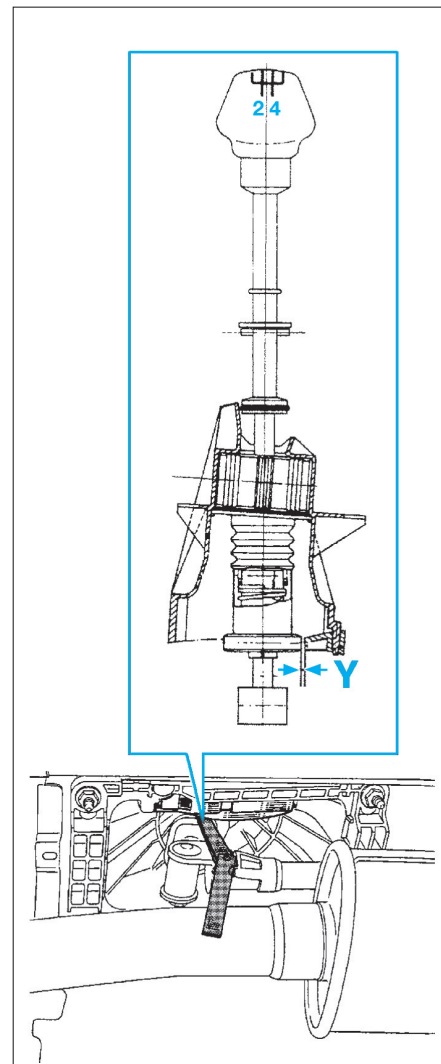

Fig. 19
- Appliquer la gâchette inférieure du levier de vitesses contre la rampe du boîtier en interposant une cale de 3 mm d'épaisseur (Fig.19).